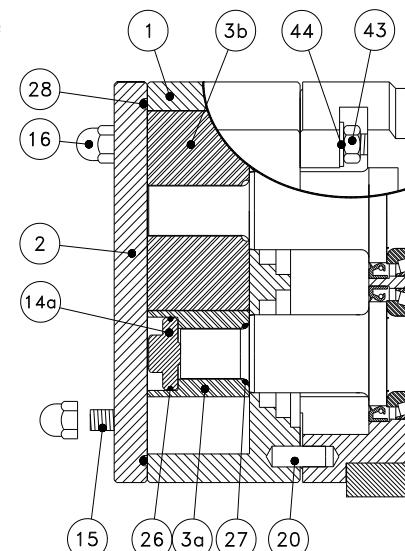

Fig. 4.4.1
Allentare i **dadi del perno** (elemento 43 nella Fig. 4.4.1). Rimuovere l'**alloggiamento del rotore** premendo sulle porte o martellando delicatamente con un martello di gomma. Non scuotere l'**alloggiamento del rotore** avanti e indietro eccessivamente. Le tenute possono rompersi. Gli **anelli di ritegno della tenuta**, i **bulloni**, le **superficie di tenuta stazionarie** e gli **o-ring di tenuta stazionari** saranno rimossi tutti con l'**alloggiamento del rotore**. Svitare i **bulloni** per rimuovere gli **anelli di ritegno della tenuta**, le **superficie di tenuta stazionarie** e gli **o-ring della tenuta stazionari**. Estrarre le **superficie di tenuta rotanti** e gli **o-ring di tenuta rotanti** dagli alberi. Per evitare danneggiamenti, manipolare e stoccare con attenzione le **superficie di tenuta stazionarie** e le **superficie di tenuta rotanti** in modo che le superfici sovrapposte non si graffino. Se non devono essere sostituiti, i **collari di trasmissione** possono restare sugli alberi, altrimenti allentare le viti e sfilarli dagli alberi. UNIBLOC-PD Serie 500 può utilizzare anche manicotti di usura, si veda il disegno nella sezione 4.4.4.1.
Rimuovere gli **o-ring dell'albero** (elemento 27 nella Fig. 4.4.1) posti dietro le scanalature dell'albero. Utilizzare due cacciavite a testa piatta lunghi a 180° per rimuovere il **manicotto dell'albero** dall'**alloggiamento del rotore**. Utilizzare una lametta da barba o cacciavite a testa piatta affilata per rimuovere la **superficie di tenuta rotante** dal **manicotto dell'albero**. Rimuovere a mano la **superficie di tenuta stazionaria** dall'**anello di ritegno della tenuta**.
Porre l'**o-ring di tenuta rotante** sul lato a gradini della **superficie di tenuta rotante** e lubrificare. Mentre si allineano gli incavi del perno della **superficie di tenuta rotante** ai perni del manicotto dell'albero, premere a mano la **superficie di tenuta rotante** nel **manicotto dell'albero** finché completamente in posizione. Lubrificare l'**o-ring del manicotto dell'albero** posto nel diametro interno della **tenuta dell'albero**. Allineando gli incavi del perno sul **manicotto dell'albero** ai perni sull'albero (elemento 90 nella Fig. 4.4.1), premere a mano il manicotto dell'albero (con tenuta rotante installata) finché in posizione e la tensione della molla può essere sentita. La tensione della molla può essere impostata con l'installazione del rotore sull'albero.
Scollegare la tubazione flusso dagli **alloggiamenti flusso**. Allentare le viti del **collare di trasmissione** inserendo una chiave esagonale nei fori della porta dell'alloggiamento flusso. Allentare i dadi del perno (elemento 43 nella Fig. 4.4.1). Rimuovere l'alloggiamento del rotore (elemento 1 nella Fig. 4.4.1) premendo sulle porte o martellando delicatamente con un martello di gomma e lasciare la cavità del rotore verso il basso in modo che le tenute siano rivolte verso l'alto. Non scuotere l'alloggiamento avanti e indietro eccessivamente o lasciarlo venire a contatto con le scanalature dell'albero. Le tenute possono rompersi.
Allentare i dadi del perno (elemento 43 nella Fig. 4.4.1). Rimuovere l'alloggiamento del rotore (elemento 1 nella Fig. 4.4.1) premendo sulle porte o martellando delicatamente con un martello di gomma. L'intera tenuta con tutti i componenti sarà rimossa fissata all'alloggiamento del rotore. Rimuovere i **bulloni** e gli **anelli di ritegno della tenuta**. Rimuovere le **cartucce della tenuta O-Lip doppia** dai fori dell'alloggiamento del rotore. Se è utilizzato un manicotto opzionale, il manicotto sarà rimosso con la cartuccia.
Se si utilizza un sistema di flussaggio come discusso nella sezione 3.3, scollarlo dagli alloggiamenti flusso (41). Allentare i dadi del perno (elemento 43 nella Fig. 4.4.1). Rimuovere l'**alloggiamento del rotore** premendo sulle porte o martellando delicatamente con un martello di gomma. Tutte le parti della tenuta saranno rimosse con l'alloggiamento. Rimuovere gli alloggiamenti flusso (41) svitando i bulloni (32). Gli o-ring (40a, 40b, 40c) possono ora essere rimossi.